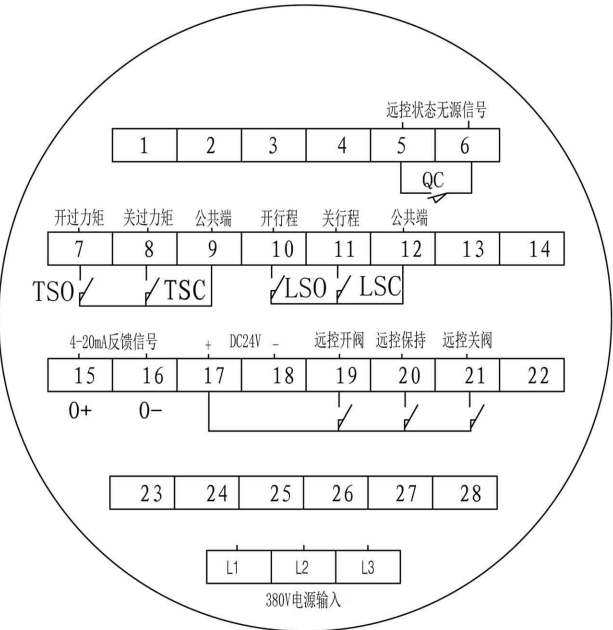
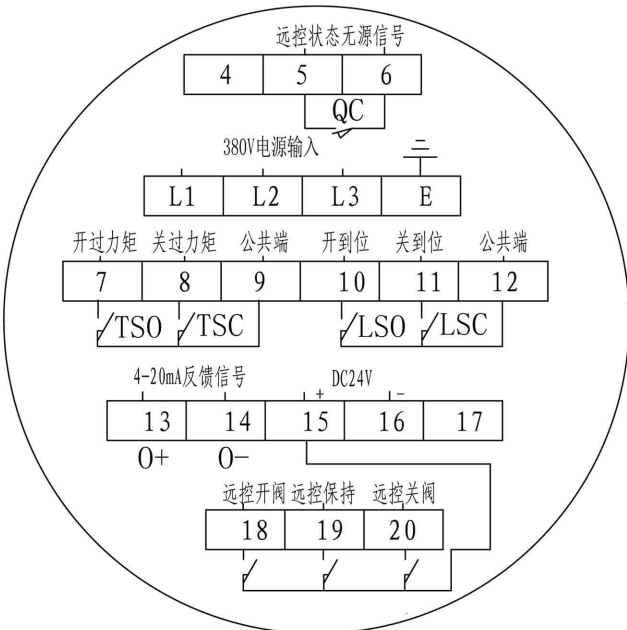

图 11 整体开关型端子接线图
图 12 隔爆整体开关型端子接线图
6.4 整体开关型及隔爆整体开关型端子接线图见图 11、图 12